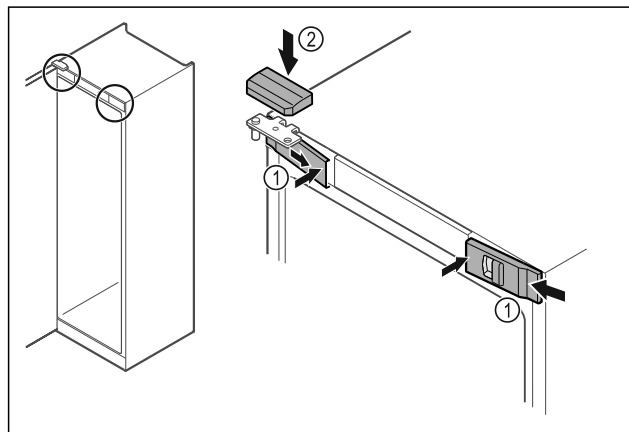

Fig. 37
- ▶ Αναρτήστε τα μπροστινά καλύμματα Fig. 37 (1) στο πλάι και κουμπώστε τα εσωτερικά.
- ▶ Κουμπώστε το επάνω κάλυμμα Fig. 37 (2) από πάνω.